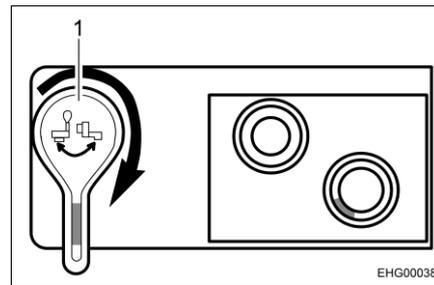

Fig. 51 Robinet de vidange, ouvert
- Ouvrir le robinet de vidange. Tourner pour ce faire le levier du robinet de vidange de 90° dans le sens des aiguilles d'une montre (voir Fig. 51,1).